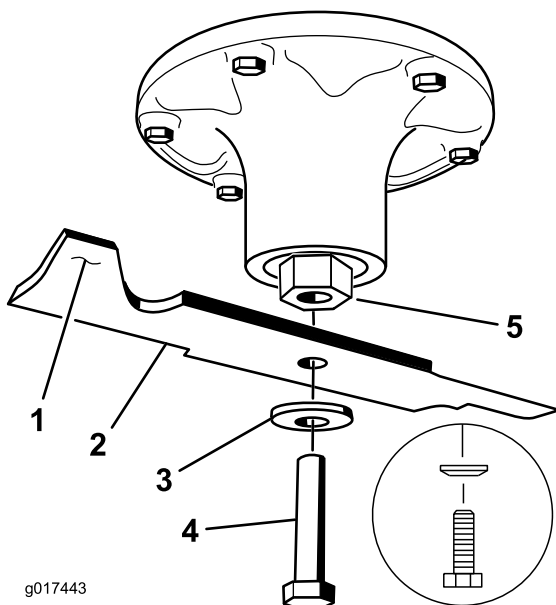

Figure 80
2. Enlevez de l'axe, le boulon, la rondelle bombée et la lame (Figure 80).
1. Placez la lame sur l'axe (Figure 80).
2. Montez la rondelle bombée et le boulon de la lame (Figure 80).